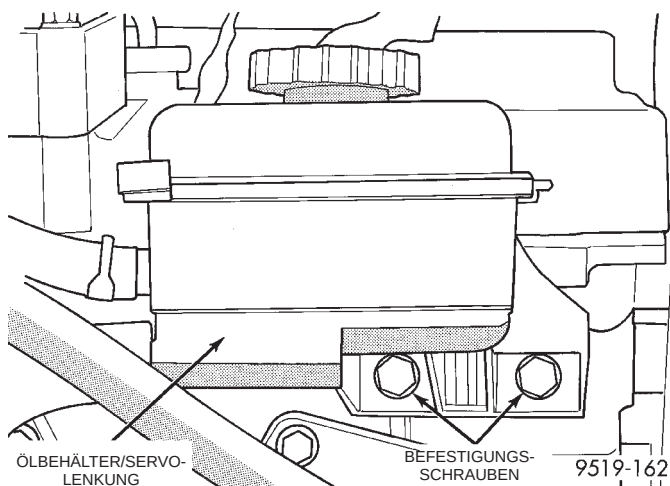
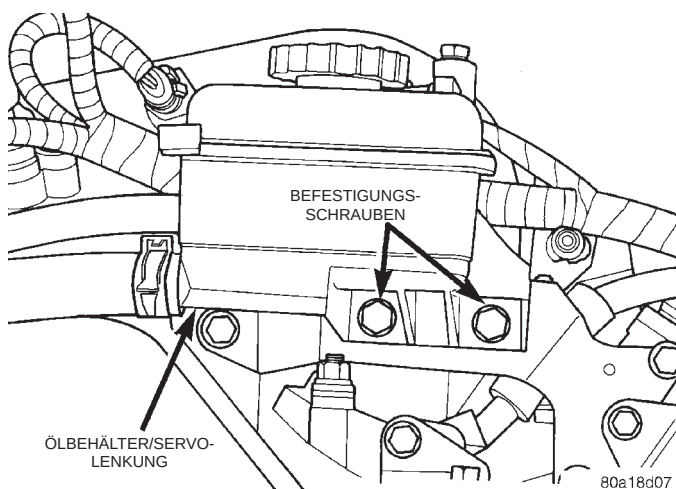

**Abb. 51 Befestigung des Ölbehälters/Servolenkung, 2.4L-Motor**
**Abb. 52 Befestigung des Ölbehälters/Servolenkung, 2.5L-Motor**
(1) Das Servoöl mit einem Saugheber so gut wie möglich aus dem separat montierten Ölbehälter absaugen.
(2) Fahrzeug anheben.
(3) Die Schlauchklemme lösen, mit der der Ölzufuhrschlauch an der Servopumpe befestigt ist. Servoöl aus dem Schlauch und aus dem Ölbehälter ablaufen lassen, bis der Ölbehälter leer ist. Das Öl in einen geeigneten Auffangbehälter laufen lassen.
(4) Fahrzeug absenken.
(5) Rücklaufschlauch und Ölzufuhrschlauch vom Ölbehälter abziehen.
(6) Die Schrauben lösen, mit denen der Ölbehälter am Motor befestigt ist (Abb. 51) oder (Abb. 52).
(7) Ölbehälter aus dem Fahrzeug ausbauen.
(1) Ölbehälter am Zylinderkopf montieren. Die Befestigungsschrauben des Ölbehälters eindrehen und festziehen (Abb. 51) oder (Abb. 52).
(2) Rücklaufschlauch und Ölzufuhrschlauch am Ölbehälter montieren. **Sicherstellen, daß die beiden Schlauchklemmen hinter den Wülsten an den Anschlußstutzen sitzen.**
(3) Fahrzeug anheben.
(4) Ölzufuhrschlauch an der Servopumpe montieren und die zugehörige Schlauchklemme montieren. **Sicherstellen, daß die Schlauchklemme hinter der Wulst am Anschlußstutzen sitzt.**